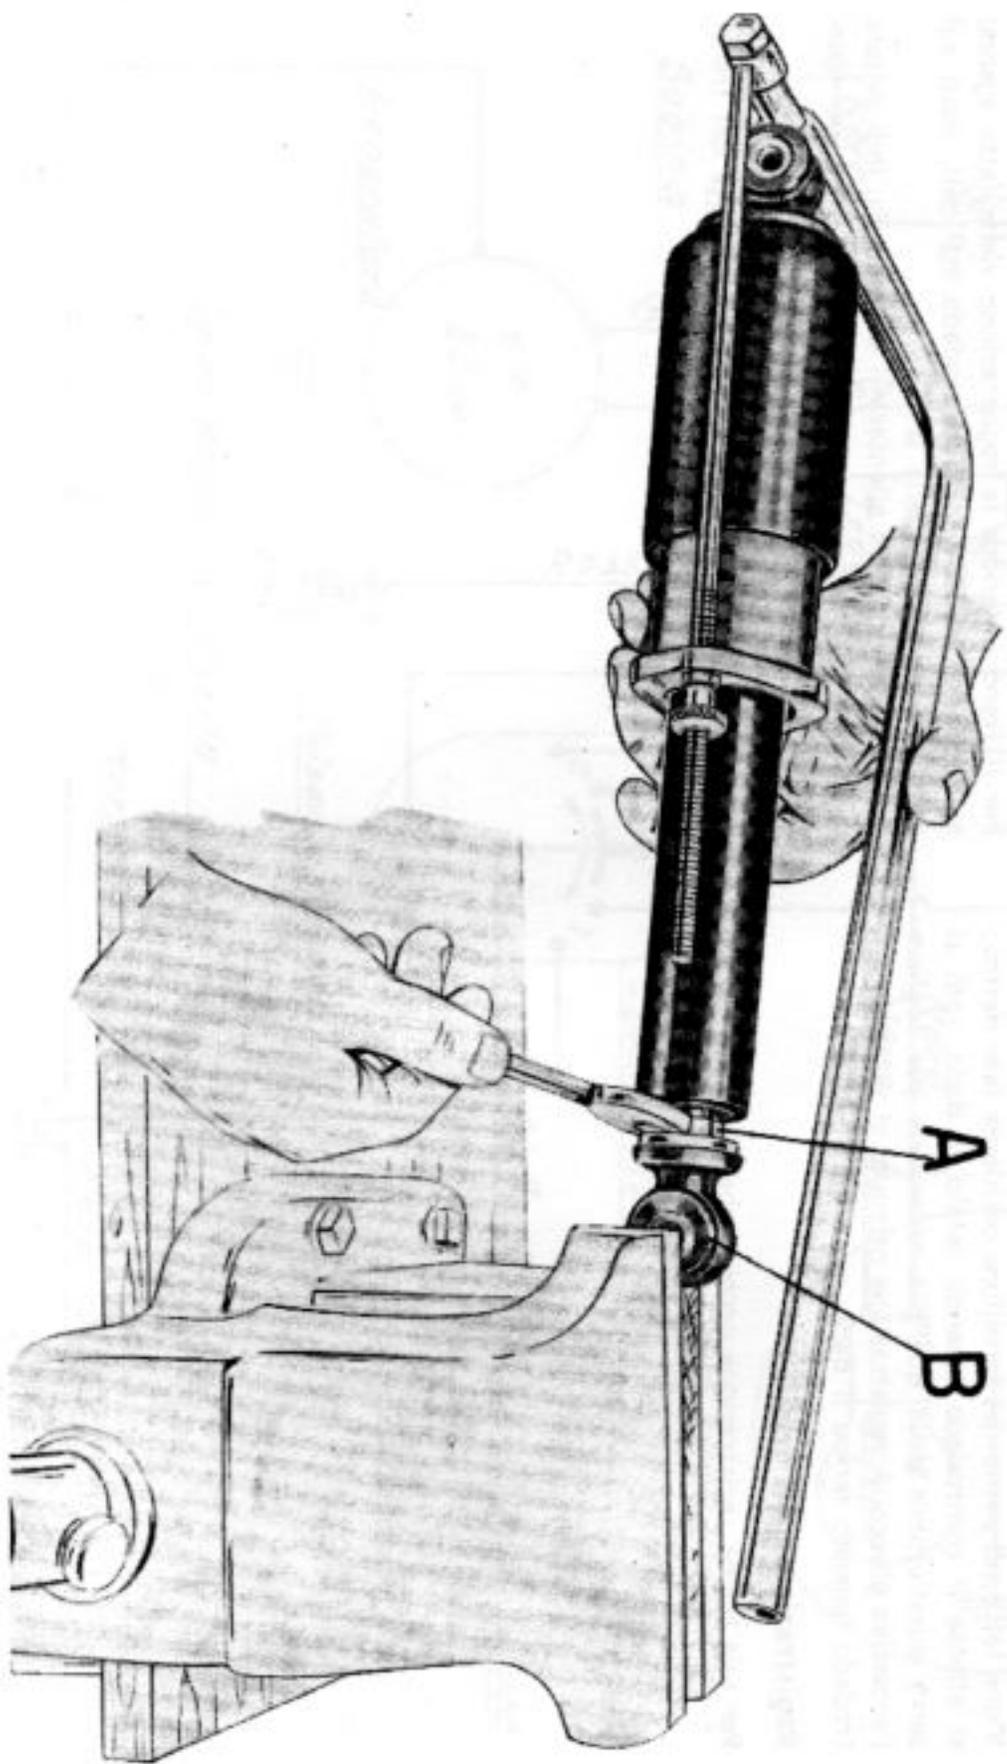

Fig. 40 - Come viene smontato il cappellotto con parte del molleggio posteriore
Per la sostituzione del cappello, molla e custodia del molleggio posteriore lo smontaggio viene eseguito tramite apposito attrezzo 55755 come dimostrato a fig. 40. Questo attrezzo comprime la molla quel tanto da poter svitare di un giro il dado (A); svitare poi, colle mani, l'attacco inferiore (B), indi sfilare cappello, molla e custodia.